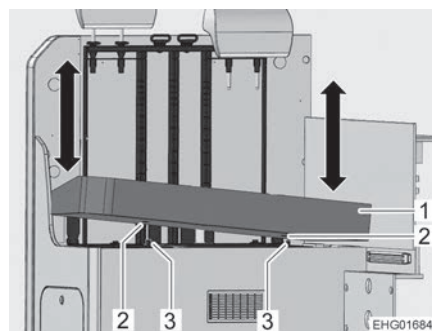

Bild 29 Polster abnehmen
- Polster (Bild 29,1) auf einer Seite anheben und leicht schräg stellen, bis sich der erste Zapfen (Bild 29,3) löst.
- Polster auf der anderen Seite anheben, bis sich der zweite Zapfen (Bild 29,3) löst.
- Polster (Bild 29,1) schräg ansetzen, dabei die beiden Aussparungen (Bild 29,2) sorgfältig über den beiden Zapfen (Bild 29,3) ausrichten.